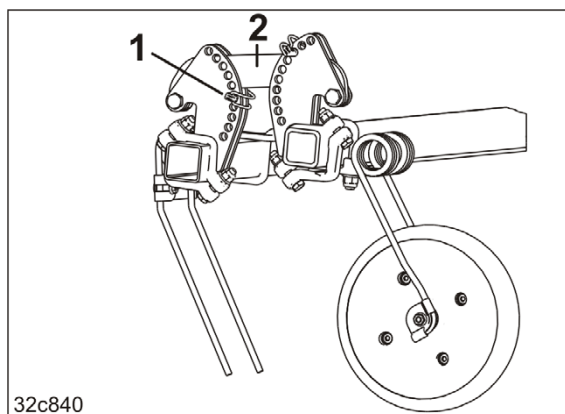

Рис. 166
3. Измените угол установки зубьев относительно почвы, закрепив шплинт с круглой пружинной защелкой (Рис. 166/1)
- о под тягой (Рис. 166/2);
Чем глубже вставлен шплинт с круглой пружинной защелкой (Рис. 166/1) в регулировочный сегмент, тем меньше угол установки.